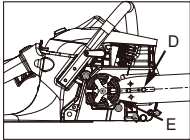

Fig. 3C
6. Coloque el extremo ranurado de la espada sobre el tornillo de espada (D). Deslice la barra guía detrás del tambor de embrague (E) hasta que la espada se detenga. (Fig. 3C)